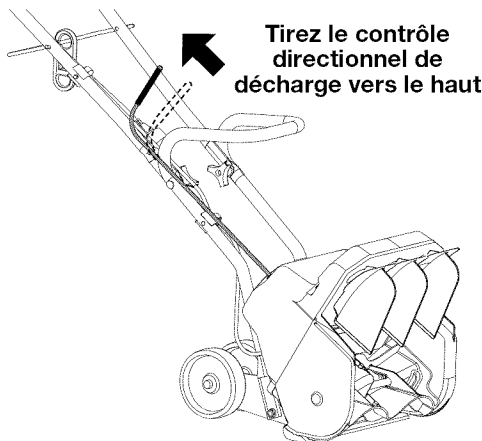

Fig. 7
2. Saisissez fermement la poignée du contrôle directionnel de décharge et tirez vers le haut. Ceci dégage la tige, sous tension de ressort, de la fente de direction de décharge actuelle, et libère son mouvement (Fig. 7).